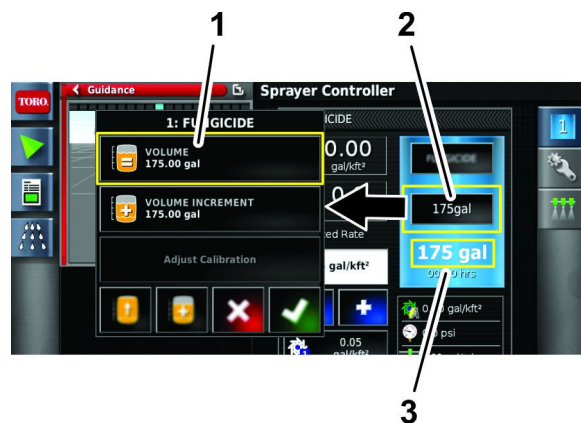

Figure 36
2. Appuyez sur l'icône VOLUME (Figure 36).